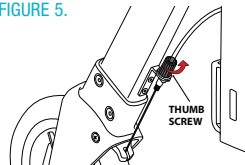

FIGURE 5
5. Tournez le Vis papillon dans le sens inverse des aiguilles d'une montre pour augmenter la résistance du frein; tournez-la dans le sens des aiguilles d'une montre pour diminuer la résistance, comme indiqué sur la FIGURE 5.